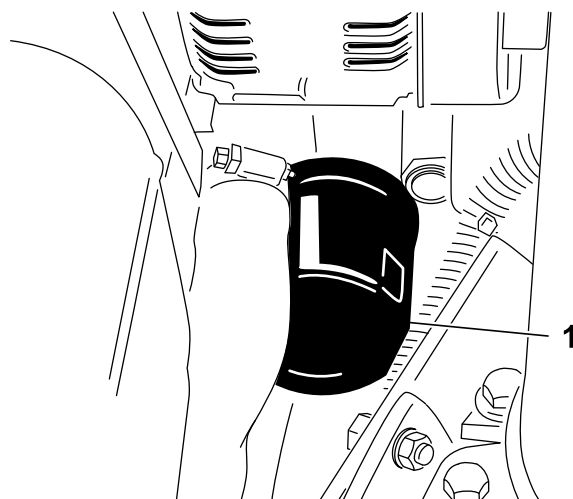

図 54
2. オイルフィルタ 図 54 を外す。新しいフィルタのシールに薄くエンジンオイルを塗って取り付け ける。**締めすぎないように注意すること。**